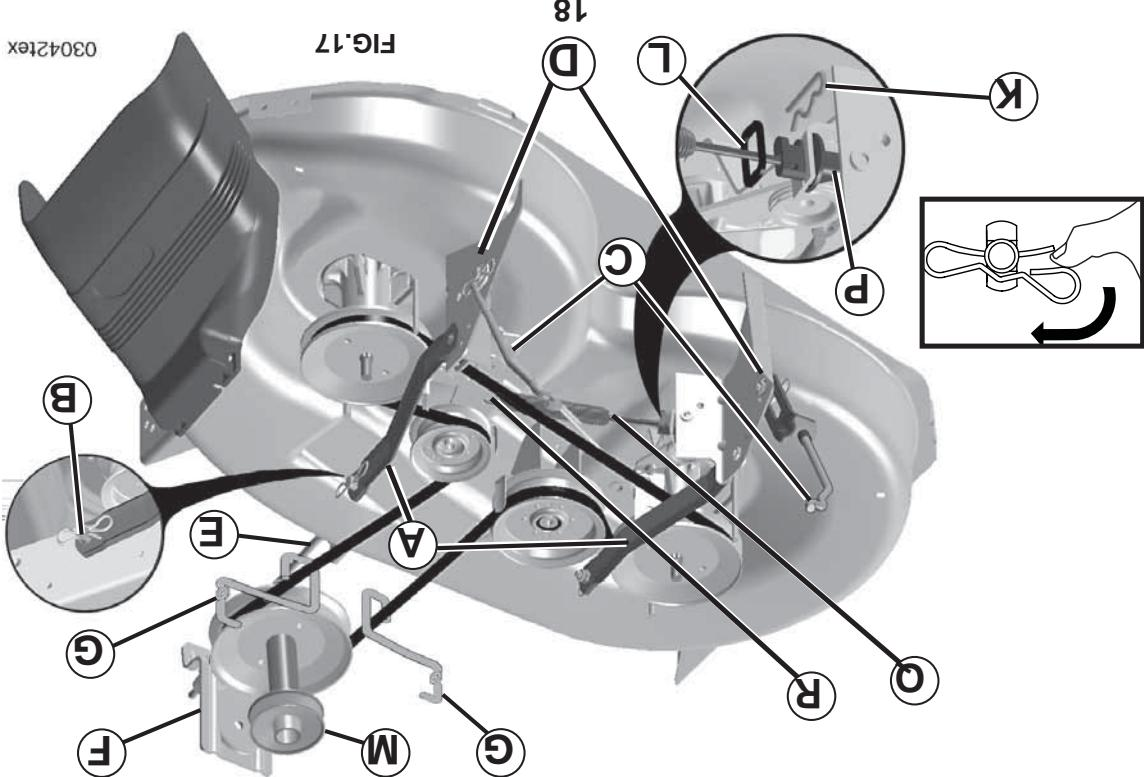

FIG.17
- IMPORtant :** Si un accessoire autre que le carter de tondeuse est raccordé sur le tracteur, enlevez les raccords avant (E) et faites-les pendre.
- POUR ENLEVER LA TONDEUSE (Voir Fig. 17)**
- REGLAGES :** Enlevez la courroie de la poulie d'embrayage (M) et les guides de courroie (G). Abaissez le ressort de retenue (K), dégagéz le collier (L) et poussez le guidon (P) de logement hors du support. Enlevez le ressort d'embrayage de tondeuse (Q) du bras d'embrayage et la bille avant (E) de la tondeuse — retirez le ressort-arrêteur et la bille avant (E) de la tondeuse — retirez le ressort-arrêteur et la bille de levage arrière (C) du support arrière de la tondeuse (D) — retirez les ressorts-arrêteurs et les rondelles.